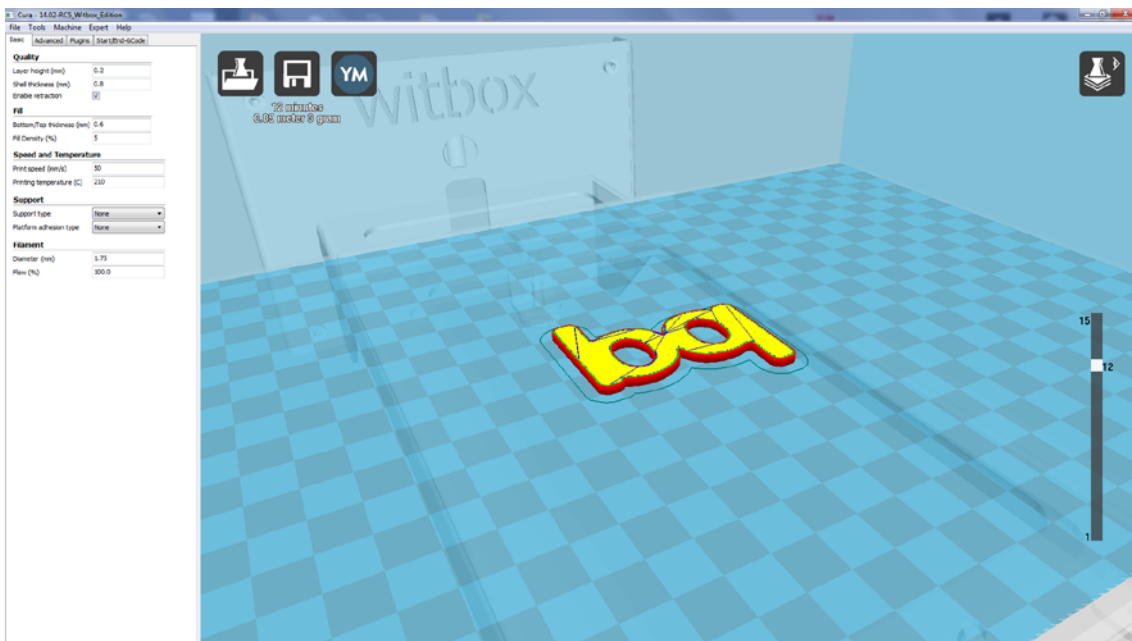

Figure 4.11 Mode d'affichage par couches
- **Layers** : ce mode d'affichage permet de visualiser plusieurs couches qui composeront la pièce définitive. Une commande à droite de la fenêtre permet également de visualiser la mise en forme de la pièce, couche par couche. Ce mode d'affichage permet d'identifier d'éventuelles erreurs de laminage (fig. 4.11).